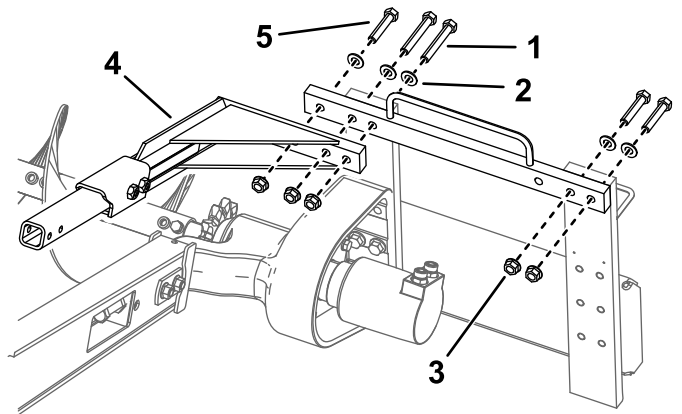

図 10
8. 上フレームの右側を固定しているボルト 5/8 x 3" 2 本、ワッシャ 2 枚、ナット 2 個を外して、これらを、対応する左側の穴に移す 図 10。
9. 前に取り外したのボルト 3 本、ワッシャー、およびフランジナットを使って、安全レールアセンブリをトレンチャーチェーンの上に取り付ける (図 10)。